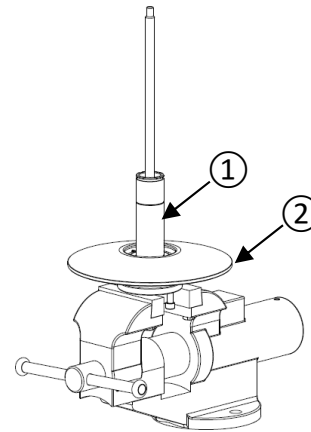

Figure 30
- Installez l'arbre assemblé ① et le flasque fixe ② sur l'outil de démontage (figure 30).